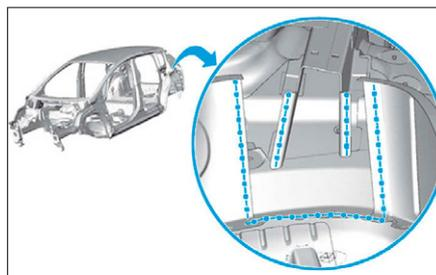

FIG. 188
- Préparer les bords d'accostage et les protéger par un apprêt soudable (Fig.188).